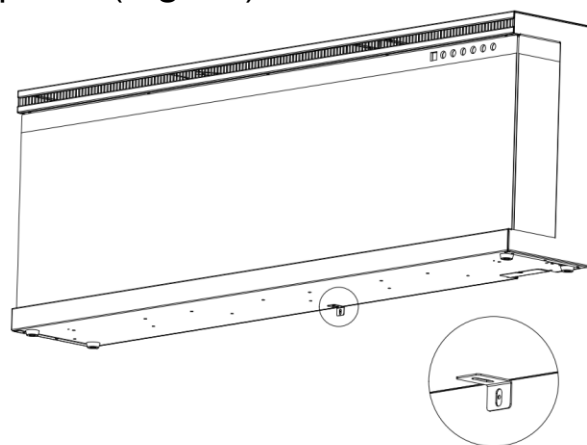

Fig 1-2
B. Utilisez cette vis pour monter le support en forme de L (J) au fond du foyer.. (Fig 1-2)